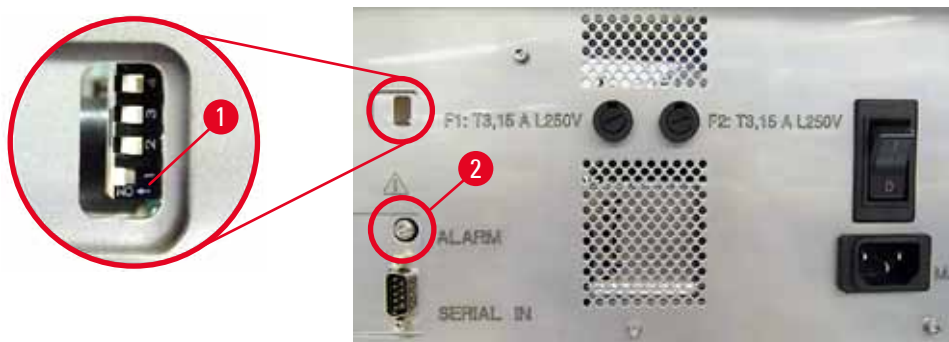

Abb. 40
- » Zur Deaktivierung des Pieptons den Schalter ganz unten (→ "Abb. 40-1") nach rechts drücken (→ "Abb. 40").